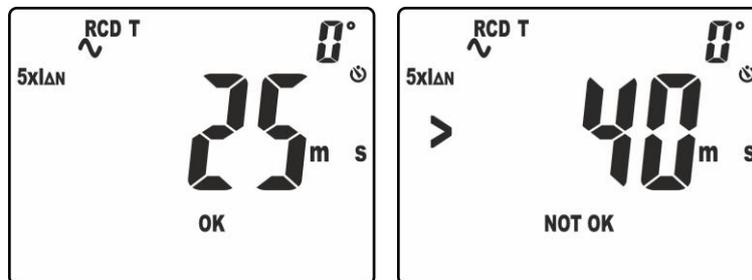

Fig. 36: Tempo di intervento in modo manuale a $5xI_{\Delta n}$
- 10. Il risultato della misura corretto è mostrato a display (vedere Fig. 36 – parte sinistra) con indicazione “OK”
- 11. Il risultato della misura incorretto (**tempo di intervento > 40ms**) è mostrato a display (vedere Fig. 36 – parte destra) con indicazione “NOT OK”. Un breve suono continuo è emesso dallo strumento
- 10. Il risultato della misura corretto è mostrato a display (vedere Fig. 36 – parte sinistra) con indicazione “OK”. Notare la presenza del tempo di intervento nella parte alta destra del display
- 11. Il risultato della misura incorretto è mostrato a display (vedere Fig. 36 – parte destra) con indicazione “NOT OK” (**corrente di intervento > 33mA**). Un breve suono continuo è emesso dallo strumento